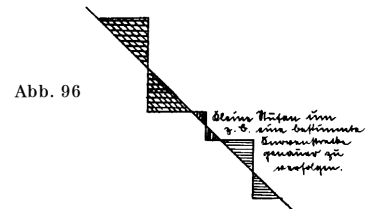

Abb. 96
Anstatt, wie wir die Konstruktion durchgeführt haben, immer ein Stück der Kurve zu zeichnen und dann erst auf die Spannungsabfallkurve (OA) herüberzugehen und daraus Ri zu bestimmen, schlägt man gewöhnlich aus zeichnerisch einfacheren Gründen den umgekehrten Weg ein. Man ersetzt die Gerade OA durch eine „Treppe“ und konstruiert nun die Kurve jeweils bis zu dem zugehörigen „Treppenabsatz“. Dann bildet man $U - Ri$ und konstruiert damit bis zum nächsten Treppenabsatz weiter usw. Man muß nur darauf achten, daß die Gerade durch eine ihr gleichwertige Treppe ersetzt wird, also wie in Abb. 96 nochmals gesondert herausgezeichnet, die entsprechend schraffierten Flächen einander gleich sind. Untereinander können die Stufen verschieden hoch sein. Kleine Stufen verwendet man mit Vorteil dann, wenn man den Verlauf eines bestimmten Kurvenstücks genau verfolgen will. Dies werden wir in unserem Zahlenbeispiel noch sehen.